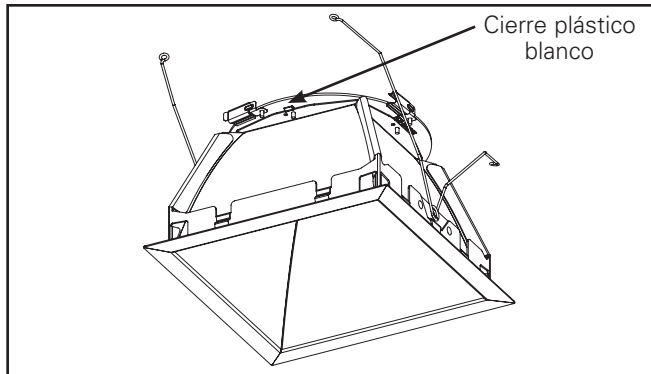
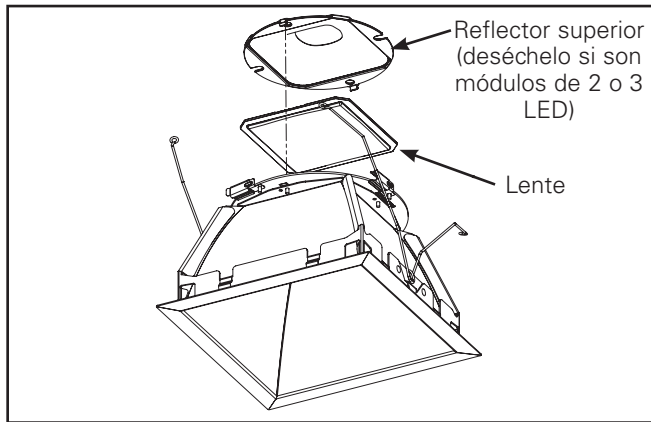

Figura 10.
Figura 11.
- Si los módulos LED tienen 2 o 3 LED, desenganche con cuidado los pestillos de plástico blancos (Figura 10 y Figura 11) para retirar el reflector superior y luego deséchelo. Conserve el reflector superior en la moldura para módulos de 1 LED.